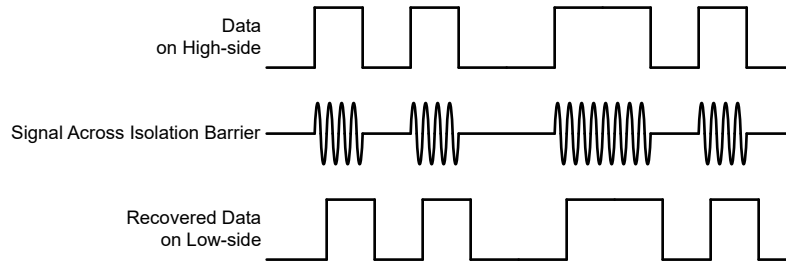

図 7-4. OOK ベースの変調方式
AMC23C11 は、SiO₂ ベースの絶縁バリア越しにコンパレータの出力状態を送信するため、図 7-4 に示すオン / オフ・キーイング (OOK) 変調方式を採用しています。「機能ブロック図」に示す送信ドライバ (TX) は、デジタル 1 を表すために内部で生成された高周波キャリアを絶縁バリア越しに送信します。デジタル 0 を表す信号は送りません。